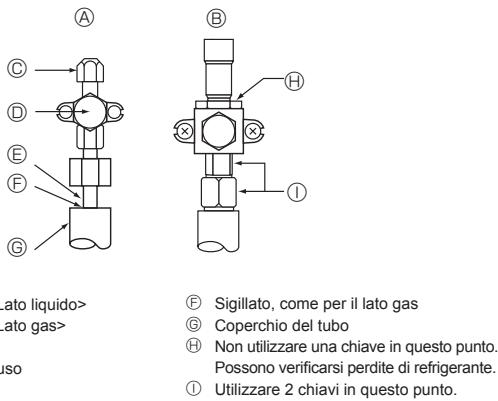

Fig. 4-5
4.4. Tubo del refrigerante e metodo di verifica tenuta (Fig. 4-5)